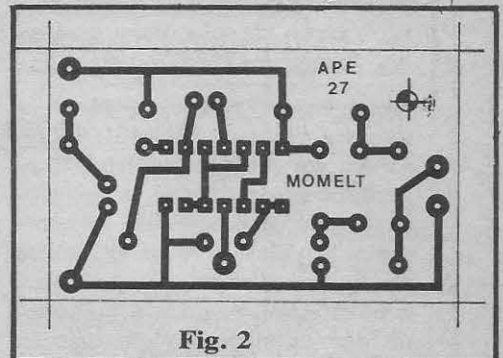
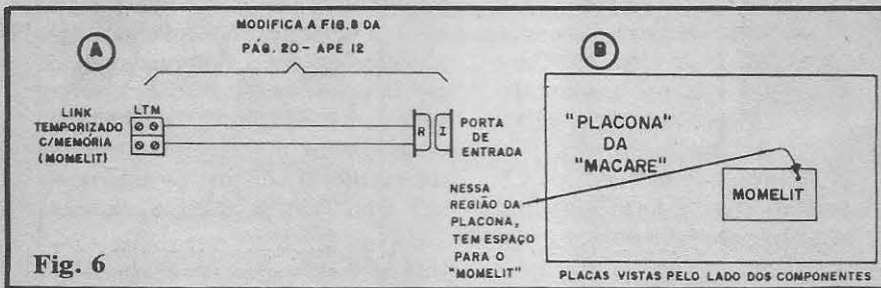

Fig. 2
Fig. 6
- **FIG. 2** - Lay out (tamanho natural) da plaquetinha do MOMELT. A idéia foi manter as dimensões tão restritas quanto possível, de modo que esse módulo complementar pudesse facilmente ser "encaixado" no mesmo **container** originalmente adotado para abrigar a MACARE (conforme veremos, adiante, na fig. 6, a solução foi perfeita...). O padrão é muito simples, de facilíma realização (obviamente quem já fez a MACARE não pode ser um "pagão" em confecção de placas, daí...). Quem prefere "moleza", contudo, sempre pode "socorrer-se" do prático sistema de KITS, que sempre incluem, além dos componentes, a própria placa pronta, fu-
- FIG. 6 - Acomodação e instalação do MOMELT. Quanto à instalação do sensor (ou sensores) no novo **link** temporizado c/memória, pedimos ao Leitor/Hobbysta que se reporte à fig. 8 - pág. 20 - APE 12, que deverá sofrer a modificação ilustrada em 6-A. Já quanto à "acomodação" da plaquinha do MOMELT, sugerimos a solução mostrada em 6-B, com o dito cujo repousando no espaço vago existente no lado não cobreado da placa original da MACARE, na